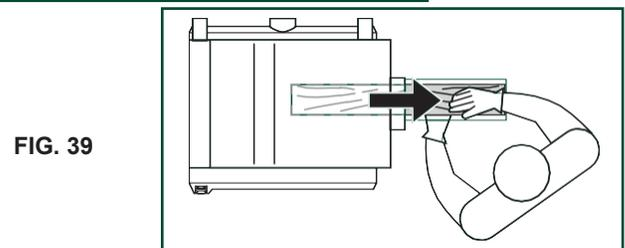

FIG. 39
2. Pour retirer la pièce de la machine, placez-vous décalé d'un côté de l'ouverture d'alimentation. FIG. 39. Ne tirez pas le bois à la sortie de la machine. Laissez le rouleau d'alimentation sortir la pièce du rabotage à son propre rythme, mais supportez le bois d'œuvre pendant qu'il s'étend au-delà des rouleaux d'extension, si nécessaire.